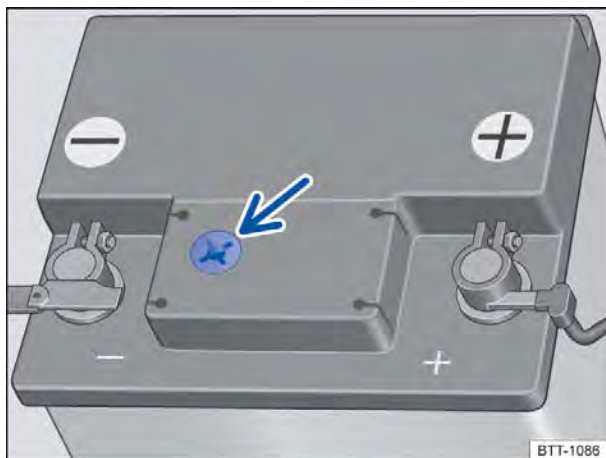

Fig. 203 Representação esquemática: visor no lado superior da bateria do veículo.
- Providenciar iluminação suficiente para poder identificar o indicador colorido no visor redondo no lado superior da bateria do veículo ⇒ Fig. 203 (seta). Nos veículos com bateria do veículo no compartimento de bagagem, se necessário, utilizar um espelho para ver melhor a indicação da cor. Jamais utilizar chamas expostas ou objetos incandescentes como iluminação.